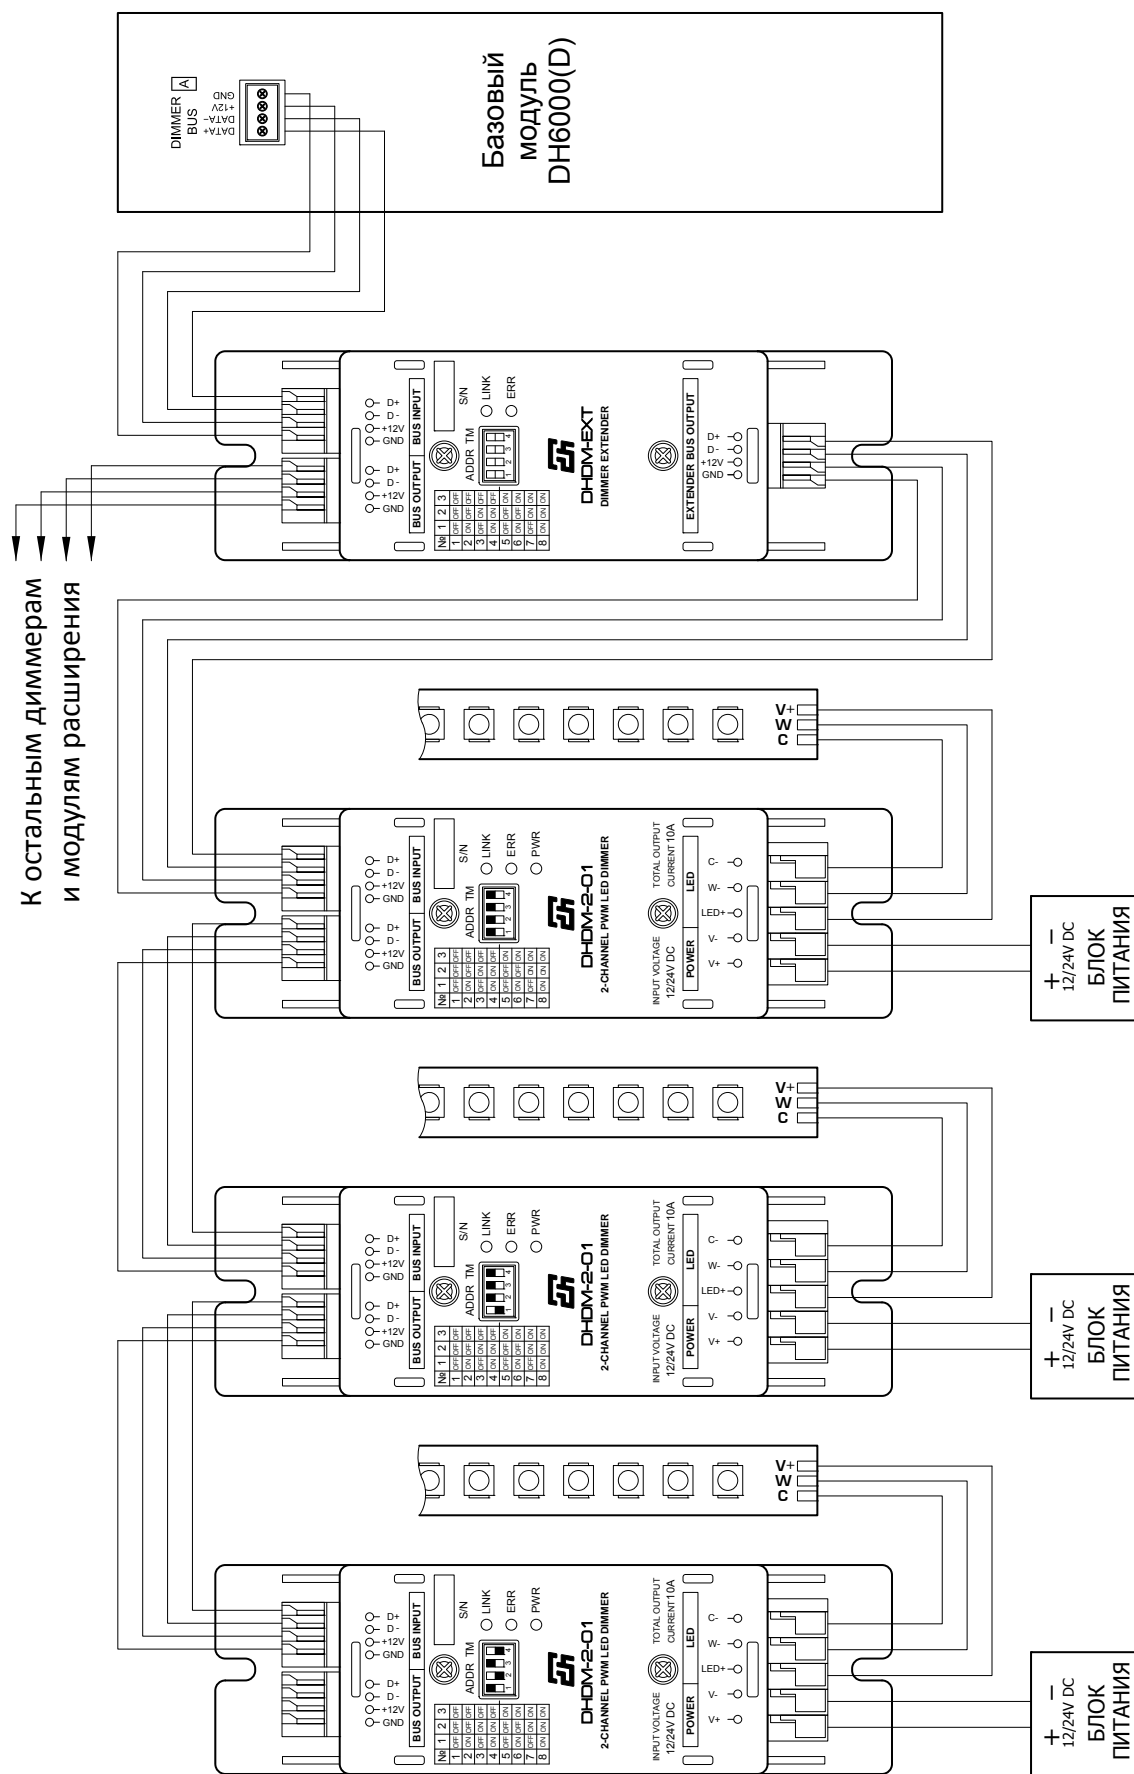

Рис. 3. Схема подключения трех диммеров DHDM-2-01 к модулю расширения DHDM-EXT
2. На шине диммеров нет свободных адресов. В этом случае диммеры, которые должны работать параллельно, подключаются к модулю расширения DHDM-EXT. Модуль расширения принимает данные из шины диммеров, в соответствии с установленным адресом, и транслирует их на свой выход. Все диммеры, подключенные к шине модуля расширения, получают одинаковые данные и работают параллельно. К модулю расширения можно подключить до 8 диммеров. У каждого диммера должен быть установлен свой адрес переключателем ADDR. Не допускается использование диммеров с одинаковыми адресами. У самого последнего диммера на шине модуля расширения, движок переключателя ТМ должен быть переведен в положение ON. Этот переключатель подключает к шине терминальный резистор для согласования шины. Адреса необходимо устанавливать для того, чтобы можно было определить, на каком диммере есть неисправность, и какая. Информация о правильном подключении диммеров к шине модуля расширения, наличии напряжения питания светильников, срабатывании системы защиты от короткого замыкания в нагрузке и перегреве диммера передается в базовый модуль и отображается в программе конфигурации. Схема подключения нескольких диммеров DHDM-2-01 к модулю расширения DHDM-EXT приведена на рис. 3.